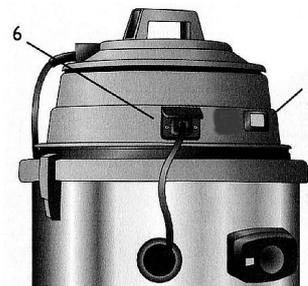

Abb. 6: Vorbereitung des Saugers
Schritt 2: Stecken Sie den Stecker in die Steckdose 6 am Spezialsauger (Abb.6).